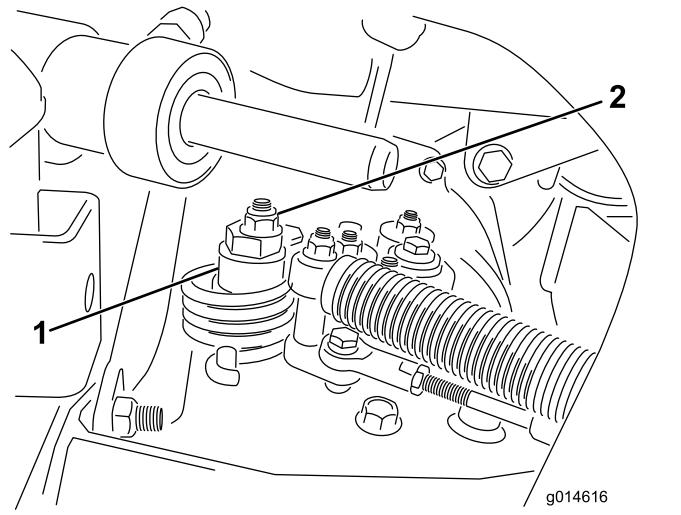

Figure 49
- Desserrez l'écrou de fixation de l'excentrique en haut de l'hydrostat (Figure 49).
- Tournez l'excentrique jusqu'à ce que la roue ne tourne plus dans aucune direction. Lorsque la roue arrête de tourner, serrez l'écrou pour bloquer l'excentrique et le réglage (Figure 49). Vérifiez le réglage avec la commande d'accélérateur en position BAS RÉGIME, puis HAUT RÉGIME.